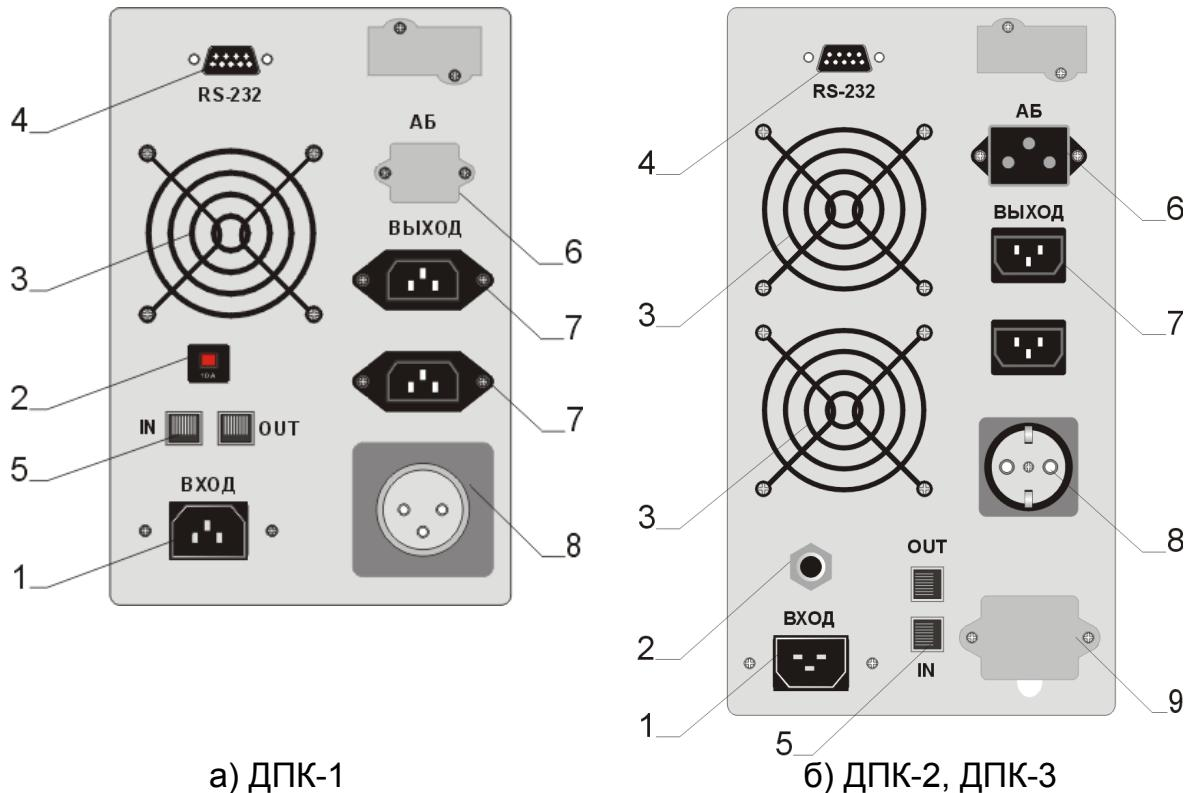

Рис. 2 Задняя панель блока ИБП:
На задней панели (см. рис.2 а, б) расположены сетевой разъем, специальные (IEC/SAA) и стандартные (EURO) розетки для подключения нагрузок, разъем для подключения дополнительных внешних аккумуляторных модулей (устанавливается в модели с индексом «М»), автомат защиты, коммуникационный порт RS-232 (разъем DB9), разъем RG45 защиты линии связи или разъемы дистанционной сигнализации (сухие контакты).
7.2.5. При использовании ИБП модели ДПК-М с внешними аккумуляторными батареями (модулем АМ) присоедините кабель постоянного тока к разъёму «б» (см. рис.2), затем включите автомат защиты (блок предохранителей на корпусе АМ).